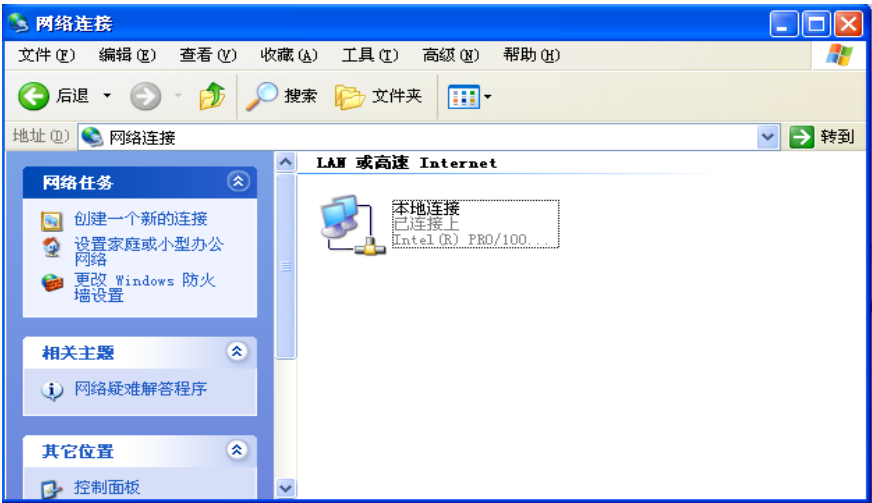

图 B-1
(1) 在 win2000 或 winXP 桌面上鼠标**左键**点击“开始/控制面板/网络连接”（或用鼠标**右键**点击“网络邻居”图标，再用左键点击下拉菜单的“属性”），弹出“网络连接”提示窗如图 B-1。